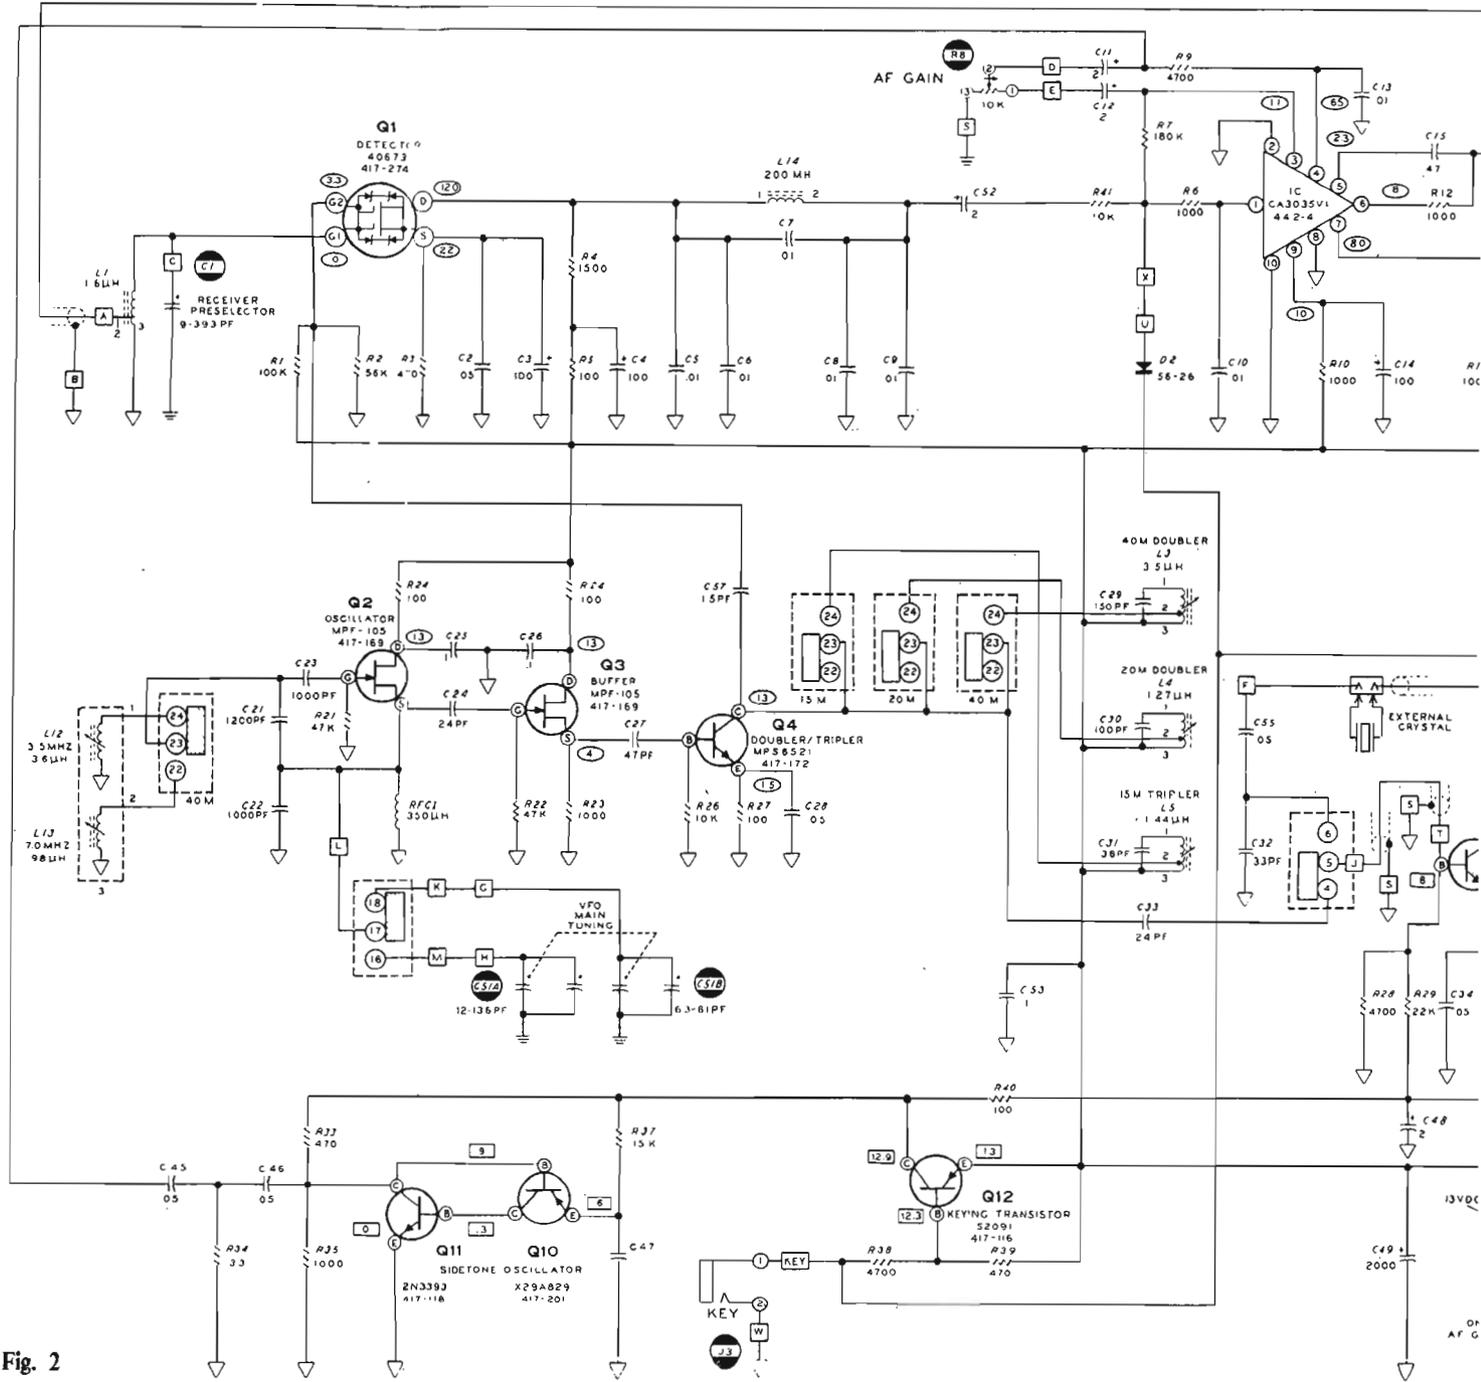

Fig. 2
**Emission.** (Schéma fig. 2). Le VFO comporte trois étages. L'oscillateur utilise le transistor FET Q2 associé aux bobines L12-L13 et au condensateur variable double cage C51. La fréquence de travail est de 3 500 kHz sur la bande de 40 m, de 7 000 kHz